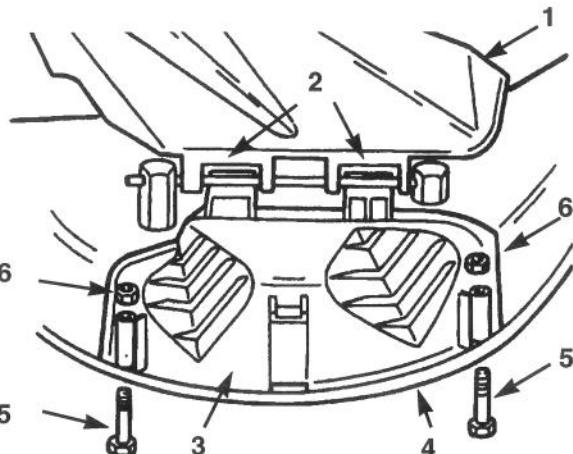

Figure 12
- Soulever le déflecteur d'herbe et engager les languettes en haut du bouclier de protection sous la tige de retenue du déflecteur. Rabattre le bouclier sur l'ouverture et sur le rebord inférieur de la tondeuse (Fig. 12).